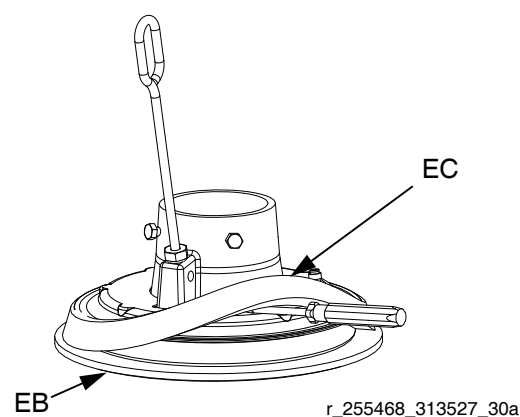

FIG. 16
2. *A partir do fundo* utilize uma chave de fenda para apertar os espaçadores (EC) soltos. Suba o espaçador completamente para cima da flange da base. Consulte a FIG. 16.